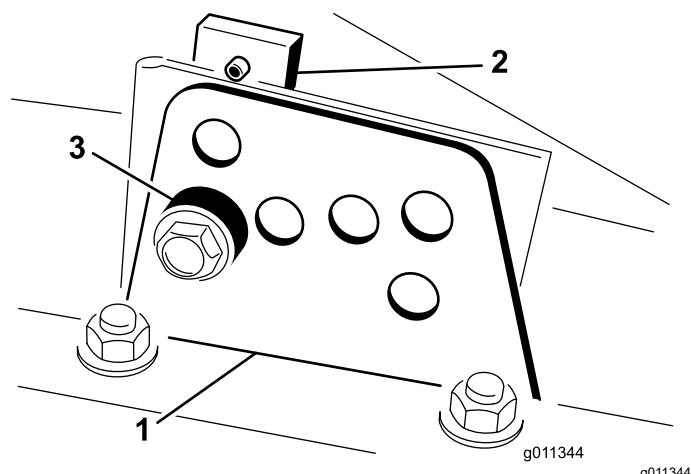

Figura 22
2. Afloje el perno que sujeta cada soporte de altura de corte a la pletina de altura de corte (delante y en cada lado), tal y como se muestra en la Figura 22.
4. Sujetando la cámara, retire el espaciador (Figura 22).